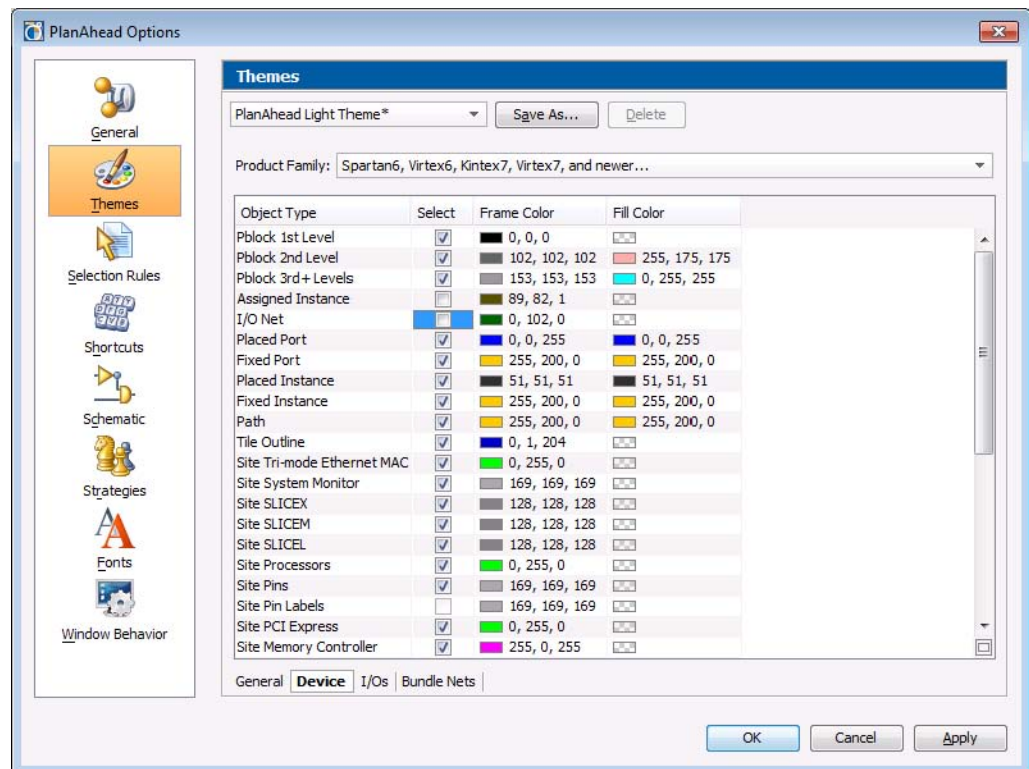

図 46：表示オプションの設定
4. [Assigned Instance] と [I/O Net] オブジェクト タイプの [Select] 列をオフにします (図 46)。